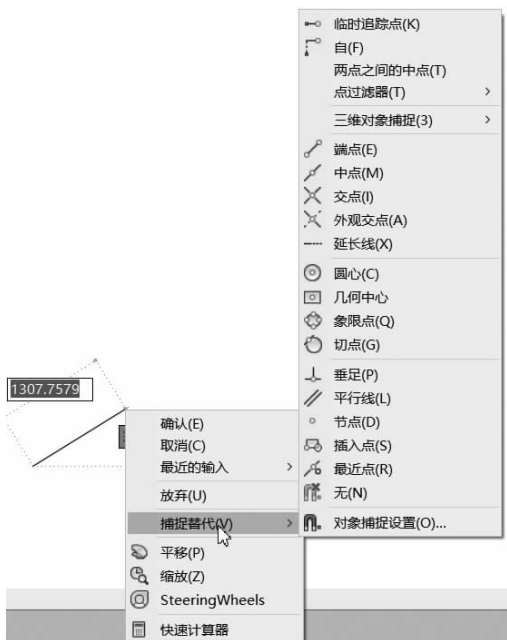

图 2-19 “捕捉替代”子菜单
② 在绘图命令执行过程中,可以选择右键快捷菜单中的“捕捉替代”选项,再在弹出的子菜单中选择所需要的捕捉项目,如图 2-19 所示。